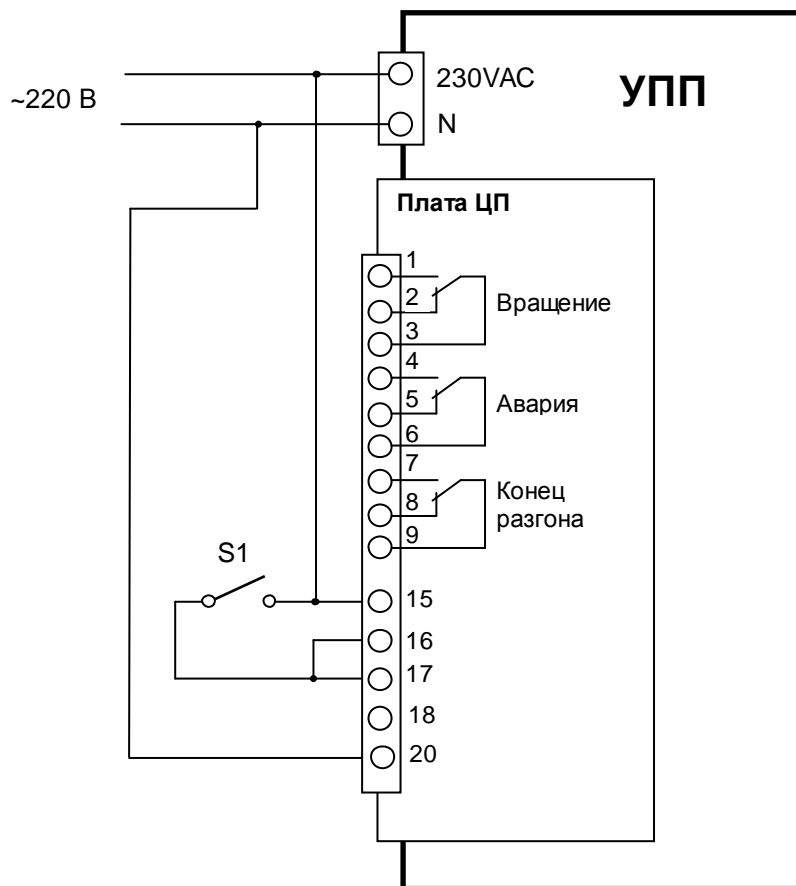

Рис. 4.7. Подключение цепей управления УПП.
4.8.2. Произвести подключение цепей управления ДМС согласно рис.4.7.